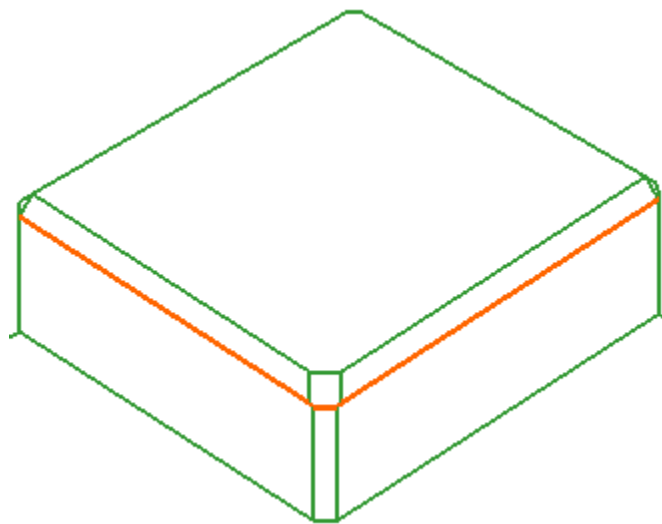

图 9-43
- 选择如图 9-43 所示的实体边界，单击创建下一条边界，生成如图 9-44 所示的一条边界，同理，在其它 3 个方形凸角上创建如图 9-44 所示的边界，注意每一条边界均为开放，且材料侧在左边。边界定义结束后，返回到图 9-45 所示的边界编辑对话框中。